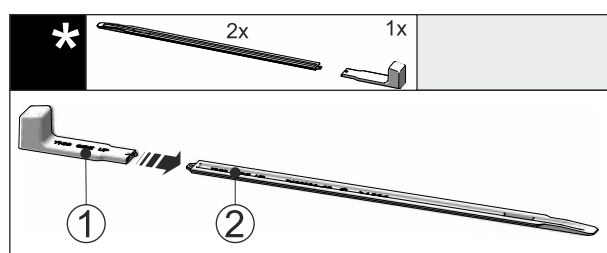

Fig. 54
- Postavite montažnu ručku Fig. 54 (1) na šinu za Fig. 54 (2) niveliranje.